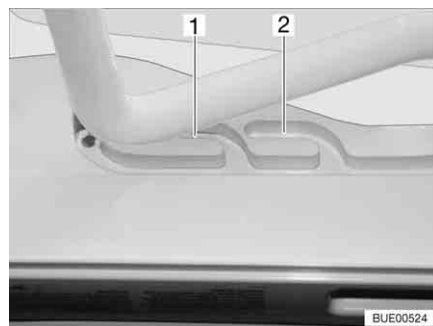
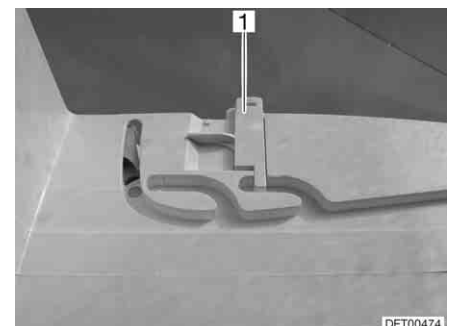

Fig. 60 Oblò Heki in posizione di ricircolo d'aria
Fig. 61 Bloccaggio della posizione di ricircolo d'aria
È possibile portare l'oblò Heki in due posizioni di ricircolo d'aria: Posizione brutto tempo (Fig. 60,1) e posizione centrale (Fig. 60,2). A seconda del modello è possibile bloccare l'oblò nella posizione centrale con il chiavistello (Fig. 61,1).
- Premere la staffa leggermente verso l'alto, spingerla nella guida selezionata (Fig. 60,1 o 2) ed eventualmente bloccarla.